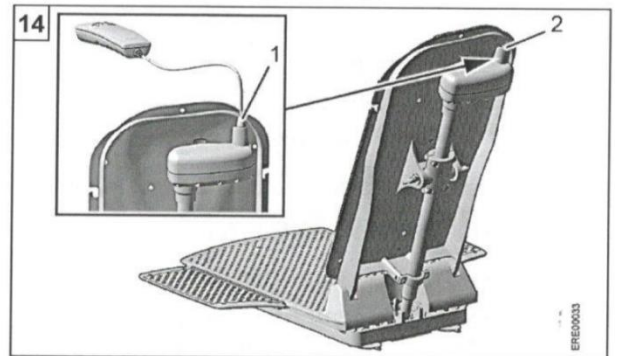
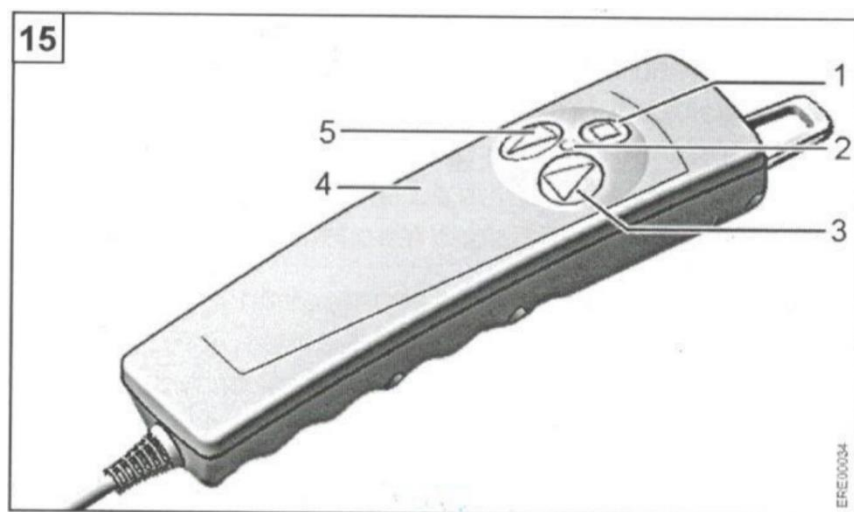

Рис. 11
Рис. 12
6. Підключіть гніздо (див. Рис. 11; 1) на кабелі пульта ручного керування до штепсельного роз'єму (див. Рис. 11; 2) на приводі, доки він характерно не заглибиться.
1. Підніміть сидіння за допомогою кнопки «Up» («Вгору») (див. Рис. 12; 3). Перевірте наступні нюанси:
2. Опустіть сидіння максимально низько наскільки це можливо за допомогою кнопки «Down» («Вниз») (див. Рис. 11; 5). Перевірте наступні нюанси:
Керування підйомником для ванни виконується виключно за допомогою пульта ручного керування (див. Рис. 12; 4).
Якщо акумулятор пульта ручного керування розрядився, загориться червоний індикатор (див. Рис. 12; 2) при натисканні на кнопку «Down» («Вниз») (див. Рис. 12; 5). Сидіння більше не можна опускати. Але його можна піднімати до положення виходу з ванни. Після підйому сидіння зарядіть батарею пульта ручного керування.
1. Натисніть кнопку «Up» («Вгору») (див. Рис. 12; 3). Коли сидіння повністю опущено, спочатку спинка переміщається у вертикальне положення. Після чого сидіння рухається вгору.
1. Натисніть кнопку «Down» («Вниз») (див. Рис. 12; 5). Сидіння почне опускатись.
1. Якщо сидіння не зупиняється під час натиску кнопки «Up» («Вгору») (див. Рис. 12; 3) або «Down» (див. Рис. 12; 5).
2. Натисніть кнопку «Emergency Stop» (див. Рис. 12; 1) або від'єднайте шнур (див. Рис. 11; 1) від приводу ручного керування. Сидіння одразу зупиниться.
1. Підійміть сидіння за допомогою кнопки «Up» («Вгору») (див. Рис. 12; 3) на достатній висоті стосовно бокових панелей (див. Рис. 13; 1, 2), щоб вони були на одному рівні з краєм ванни.
5. Натисніть кнопку «Down» («Вниз») (див. Рис. 12; 5) до поки не досягнете потрібного рівня.
6. Після купання натисніть кнопку «Up» («Вгору») (див. Рис. 12; 3) поки необхідне положення не буде досягнуто (бічні секції на одному рівні з краєм ванни).
2. Опустіть сидіння максимально наскільки це дозволить натискання кнопки «Down» (див. Рис. 12; 5).
3. Повністю від'єднайте роз'єм (див. Рис. 11; 1) на кабелі пульта ручного керування з гнізда (див. Рис. 11; 2) на приводі.